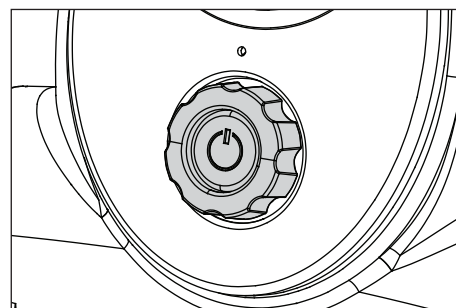

Figure 5 - Cadran de sélection de pression
4. Tourner le cadran du sélecteur de pression au réglage « LO » (BAS) (Le réglage LO est juste sous le réglage de 138 kPa (20 lb/po²)). (Voir la figure 5).
4. Tourner le cadran du sélecteur de pression jusqu'à la pression voulue. (Voir la figure 5).